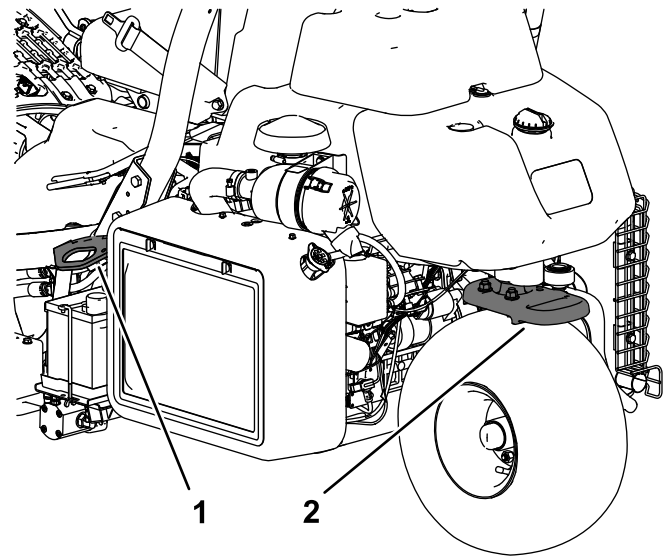

Bild 24
- Vergurten Sie die Maschine sicher mit Riemen, Ketten, Kabeln oder Seilen. Die vorderen und hinteren Gurte sollten nach unten und außerhalb der Maschine verlaufen (Bild 24).